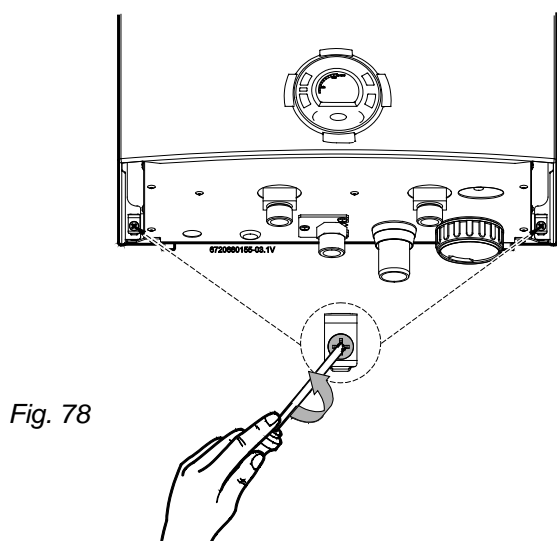

Fig. 78
► Verwijder de mantel van de geiser, zie fig. 78 en 79.
► Enlever le panneau frontal de l'appareil, voir fig. 78 et 79.